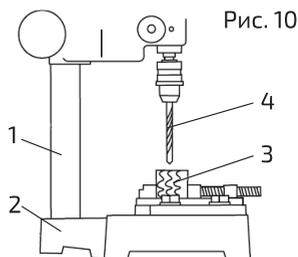

Рис. 10
2. Зафиксировать основание стола (2) на колонне (1) так, чтобы режущая кромка сверла находилась непосредственно над верхней частью заготовки (3) (рис. 10).
3. Опустить сверло (4) к заготовке (3), выровнять его относительно насечек для отверстия и зафиксировать заготовку.